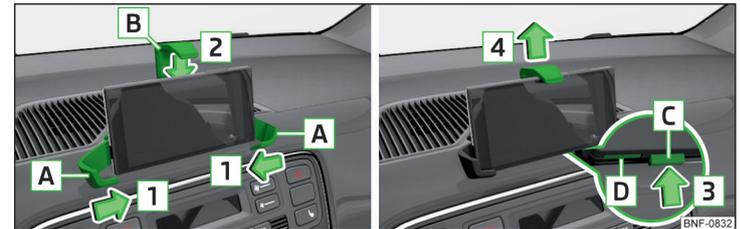

Abb. 77 Telefon einsetzen / Telefon abnehmen
- Das Telefon zwischen die Arme **A** einsetzen, diese in Richtung der Pfeile **1** verschieben und dadurch das Telefon befestigen » Abb. 77.
- Die Taste **C** in Pfeilrichtung **3** drücken, der Arm **B** bewegt sich in die Ausgangsstellung in Pfeilrichtung **4** » Abb. 77.